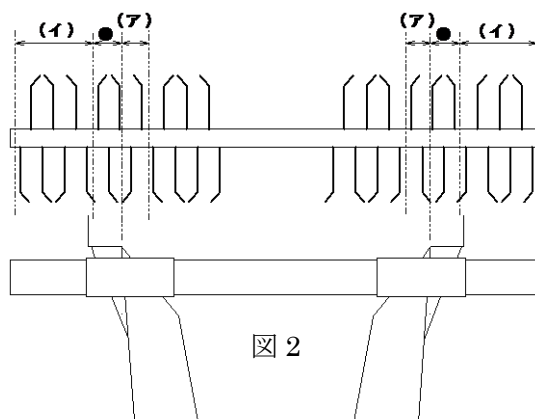

図2
- ●+ア部は内向きに。イ部の爪を外すか、成形機自体をオフセット設定（片側に寄せる）。この場合は必ずサイド延長板は外して下さい（図2）。